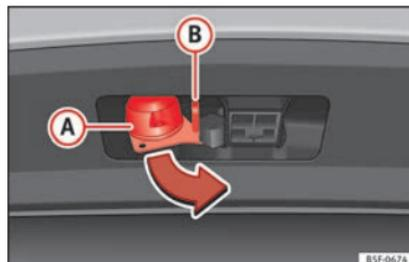

Fig. 231 Girare il connettore a 13 poli
- Afferrare il connettore a 13 poli dalla parte **(A)** ed estrarlo nel senso della freccia **>>> fig. 231**.
- Afferrare il connettore a 13 poli dalla parte **(A)** e inserirlo nel senso contrario alla freccia **>>> fig. 231**.
L'occhio di sicurezza **(B)** **>>> fig. 231** serve per agganciare il cavo di fissaggio del rimorchio.